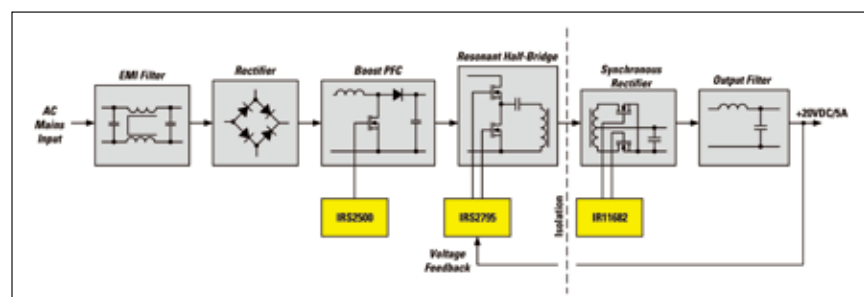

图4: AC/DC电源适配器方框图
AC/DC 电源应用对于系统和 IC 两者的要求不断变化。这些要求包括高效率、低待机损耗、功率因数校正、宽输入/输出范围、电隔离、高精度、高频率和低 EMI。对于功率电子产业而言，要在满足所有这些要求的同时，实现更小的尺寸和更低的成本始终是一项巨大的挑战。国际整流器公司 (IR) 的一些最新 ASIC，IRS2500、IRS2795 和 IR11682 都有助于满足这些要求。一个适用于 100W 适配器应用的、典型的 AC/DC 转换器包括 (图 4) 位于前端的一个有源升压 PFC 转换器，以产生一个正弦输入电流和一个调制的直流总线电压，用于将高频交流电压转换为直流输出电压。IRS2500 用于在临界导通模式中控制升压 PFC 转换器。IRS2500 为高功率因数保持了一个正弦开关的交流输入电源，并且还保持直流总线电压调节到一个恒定的水平。IRS2795 用于控制谐振半桥电路，特别是，它还包括一个适用于高压半桥、整合了高端和低端驱动电路的高频振荡器。IRS2795 利用 IR 的 600V HVIC 技术发挥所需的高压电平位移功能，以驱动高端半桥 MOSFET 的门。然后，在输出端，IR11682 用于控制两个 SR MOSFET 进行同步整流。